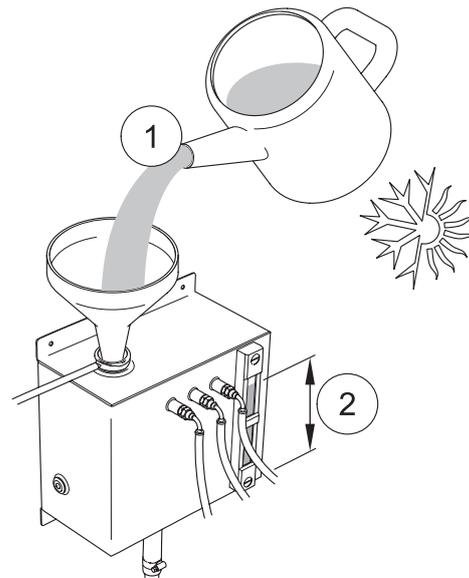

Figura 40
- 3 Collegare il flessibile di ingresso principale al motore (3).
- 4 Riempire il serbatoio di espansione remoto con una soluzione composta da antigelo al 50%, come nella figura 40 (1), fino al livello massimo indicato sul vetro spia (2). (Fare riferimento al Pacchetto informativo per il cliente sul sito Web di Perkins Marine per le specifiche corrette del refrigerante).